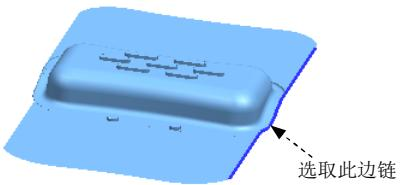
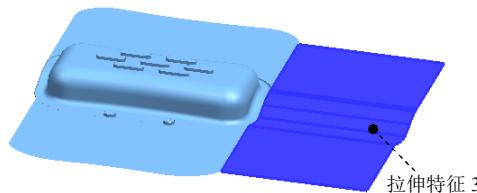

图 1.37 定义拉伸对象 3
图 1.38 创建拉伸特征 3
Step3. 创建拉伸特征 3。选择下拉菜单 **插入(S)** → **设计特征(D)** → **拉伸(E)...** 命令, 系统弹出“拉伸”对话框; 选取如图 1.37 所示的片体边链为拉伸对象 3; 在 **指定矢量(1)** 下拉列表中选择 **XC** 选项; 在 **限制** 区域的 **开始** 下拉列表中选择 **值** 选项, 并在其下的 **距离** 文本框中输入数值 0, 在 **结束** 下拉列表中选择 **值** 选项, 并在其下的 **距离** 文本框中输入数值 100; 其他参数采用系统默认设置值; 单击 **<确定>** 按钮, 完成如图 1.38 所示拉伸特征 3 的创建。